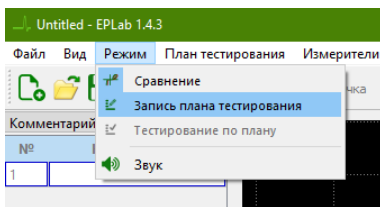

Рисунок 4.25 - Пункт меню «Запись плана тестирования» ПО EPLab.
3. Для начала записи плана тестирования, перейдите в пункт меню **Режим ► Запись плана тестирования** (рис. 4.25) или нажмите на иконку  на верхней панели.